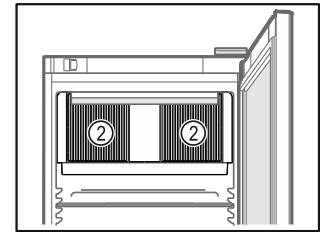

Fig. 64
- Не закрывайте вентиляционную щель Fig. 64 (2) вентилятора циркуляционного воздуха во внутренней камере.